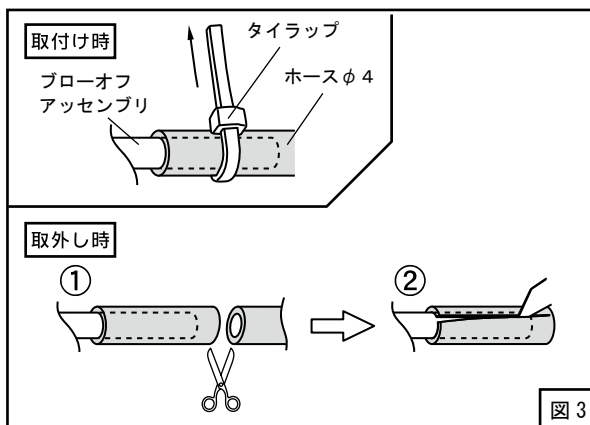

図 3
- (4) ブローオフアッセンブリのニップル部に取付けたホースφ 4をタイラップで縛り、固定してください。(図 2、図 3)
ブローオフアッセンブリを取外す時など、ホースφ 4をブローオフアッセンブリから抜く際は、タイラップを外した後、一度ホースφ 4を切断し切り込みを入れてから取外してください。(図 3)